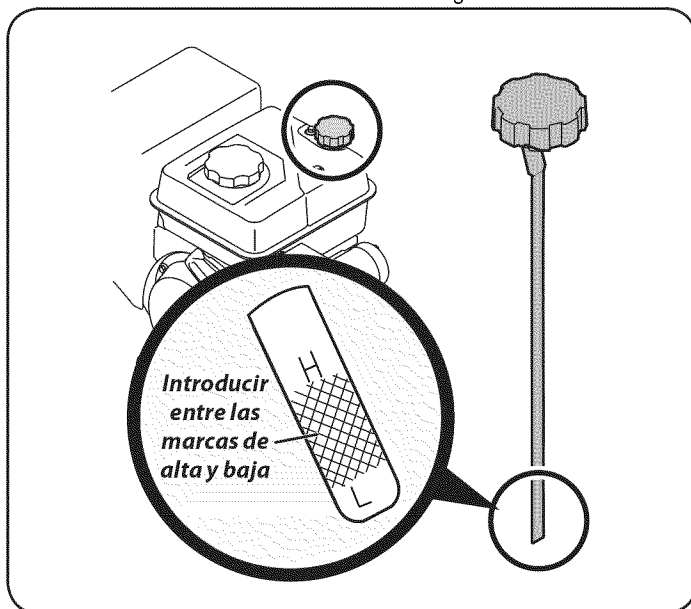

Figura 5
2. Retire el tapón de llenado de aceite/la varilla de medición y limpie la varilla de medición de aceite. Vea la Figura 5.
3. Agregue aceite lentamente hasta que el registro marque entre nivel alto (H) y bajo (L), Figura 5. Consulte la sección Mantenimiento del motor para ver la viscosidad y capacidad de aceite del motor correctas.